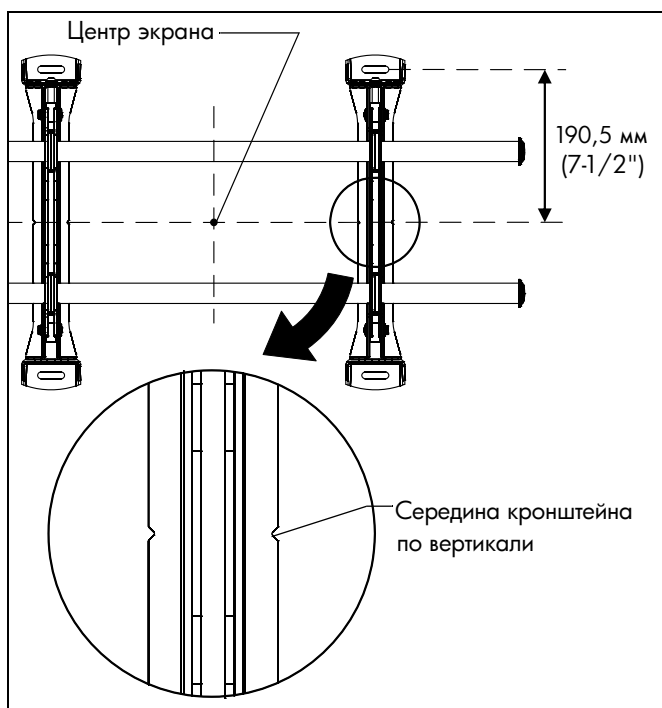

рис. 1
3. Совместите прорези на креплении (R) с отметкой середины экрана, чтобы определить середину по вертикали. (См. рис. 1)